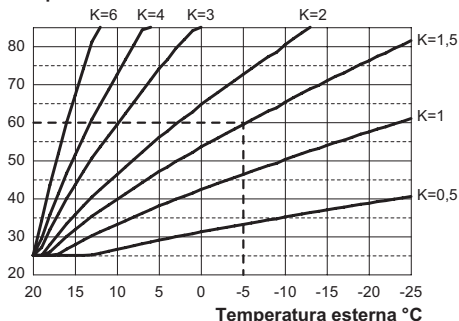

Figura 5.43
Se alla caldaia **È COLLEGATO** il comando remoto (opzionale) riferirsi alla Figura 5.43. In questo caso il settaggio del coefficiente K deve essere fatto da remoto.
Quando si installa la sonda esterna bisogna impostare questo parametro in base al rendimento dell'impianto di riscaldamento per ottimizzare la temperatura di mandata (Figura 5.43).
Es. Per avere una temperatura di mandata all'impianto di riscaldamento di 60°C con una esterna di -5°C si deve settare un K di 1,5 (linea tratteggiata in Figura 5.43).
- Utilizzando i tasti 16 o 17 è possibile modificare il valore del parametro 15 da un minimo di **01** ad un massimo di **60** in base alla curva scelta del coefficiente K in Figura 5.43 (il valore letto sul display corrisponde a valori decimali di coefficienti K).